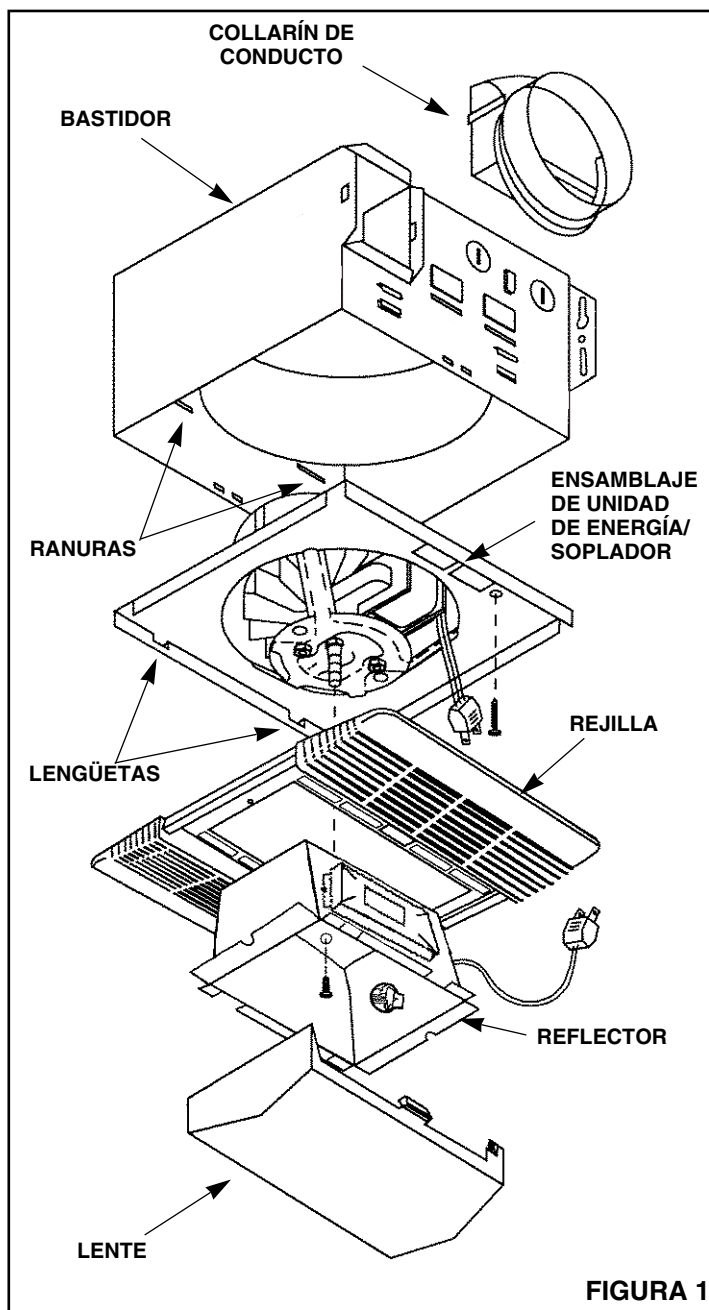

FIGURA 1
2. **Consulte la figura 1.** Saque el ensamblaje del soplador/unidad de energía del bastidor. Quite el tornillo y tire de las lengüetas del ensamblaje de la unidad de energía para sacarlas de las ranuras del bastidor. Deje la unidad a un lado hasta que se necesite.
1. **Consulte la Figura 1.** Coloque el collarín del conducto sobre las salientes del lado de la abertura de descarga del extractor. Asegure el collarín apretando las lengüetas en las ranuras de las salientes hasta que se oiga un chasquido.